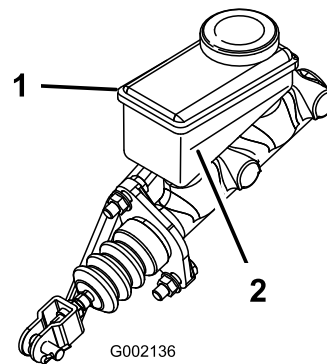

Bild 14
- B. Füllen Sie DOT 3-Bremsflüssigkeit in den Behälter, bis der Füllstand über der Minimum-Markierung liegt (Bild 14).
5. Setzen Sie die Gummiblende oben am Armaturenbrett ein (Bild 14).
3. Lesen Sie den Flüssigkeitsstand am Stutzen an der Seite des Behälters ab (Bild 14).